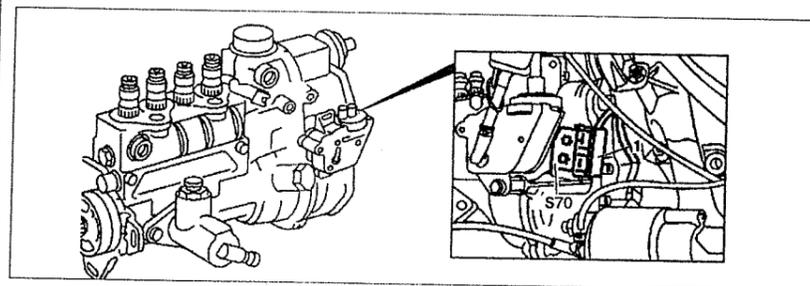

Рис. 4.66. Микровыключатель ТНВД:
1. Микровыключатель S70 прикреплен к ТНВД болтами. Для его снятия необходимо отсоединить от него разъем проводки 1 и открутить болты его крепления (см.рис.4.66).